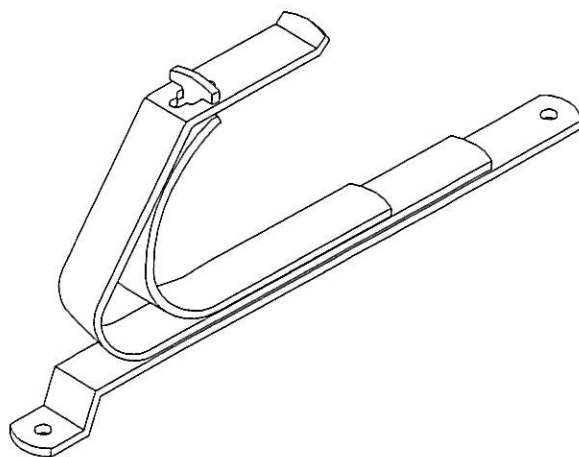

Fig. 1
- 3) Innfesteskinnen monteres over lekten og skrues fast til taksperret med rustfrie, selvborende skruer 6,5x64 mm. (Fig. 1) Påse at skruene treffer mest mulig midt i sperret. Det er et krav at skruen får godt feste i sperret! Minimum 30 mm av skruen må gå ned i sperret. Ved tykkere undertak/sløyfer må lengre skruer benyttes. Disse skaffes fra leverandøren.